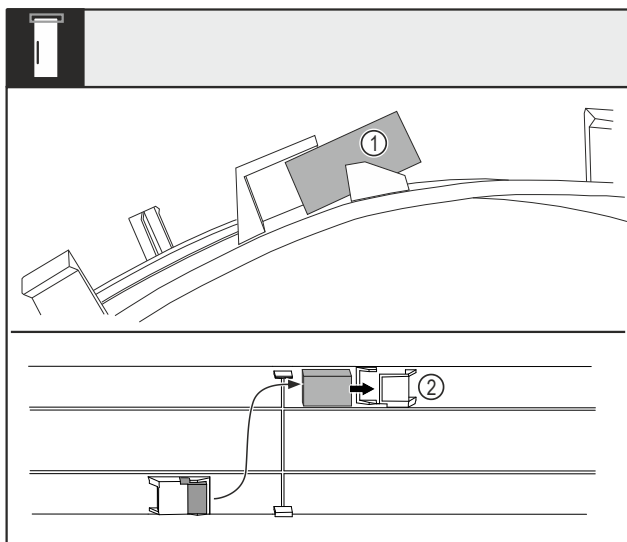

Fig. 15
- ▶ Upognite pokrov in magnetno vrata Fig. 15 (1) odstranite iz vtičnice.
- ▶ Vstavite magnetno vrata v drugo vtičnico Fig. 15 (2).